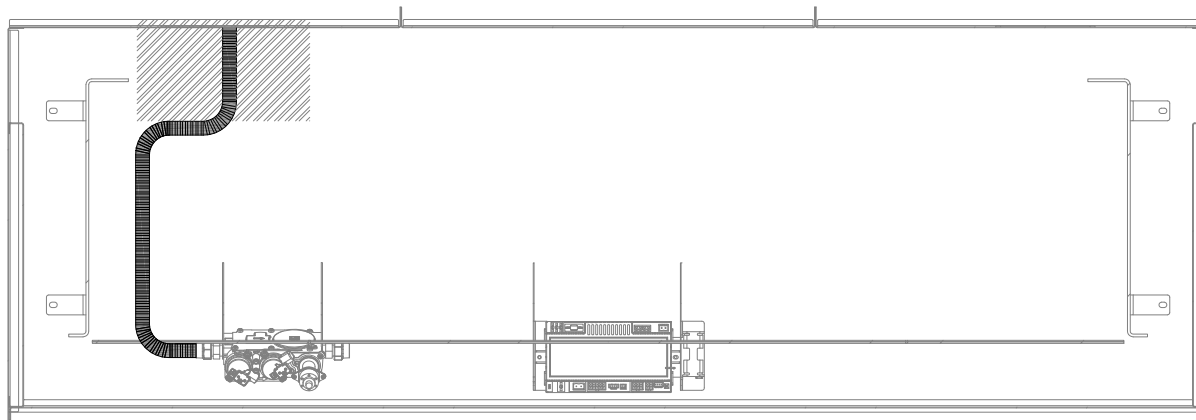

Figure 5.1 - Trajet recommandé de la conduite de gaz flexible (Vue de dessus)
- La Figure 5.1 montre le trajet d'installation de la conduite gaz flexible, de la valve de gaz à la conduite d'alimentation de gaz. La zone ombrée (coin arrière gauche) est l'endroit recommandé pour installer le robinet d'arrêt raccordé à la conduite d'alimentation de gaz. Ceci vous permettra d'accéder au robinet d'arrêt au moment de retirer le panneau de contrôle. Insérez la conduite de gaz flexible dans le foyer à travers le trou d'accès de gaz prévu. Voir la Figure 2.1 (Dimensions de l'appareil) pour l'accès à la conduite de gaz).